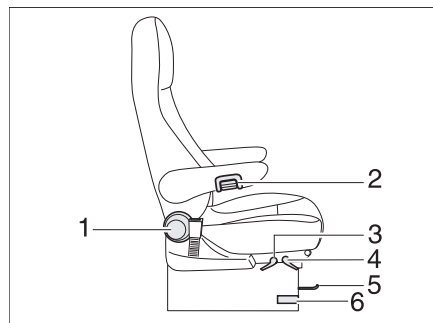

Fig. 88 Asiento del conductor y del acompañante
- Presionar o tirar la palanca para girar los asientos (Fig. 88,6). El asiento se desbloquea.